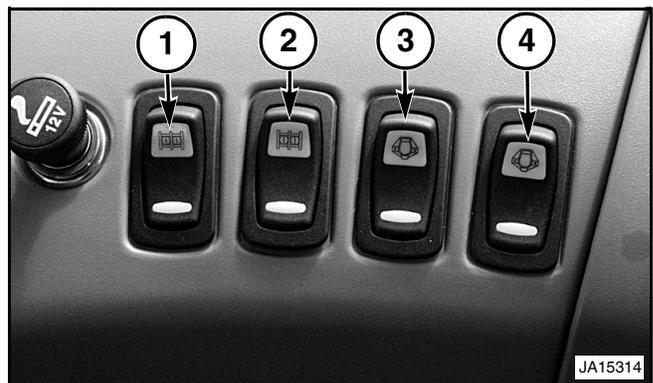

Рис. 136
Рис. 136: Клавишный переключатель (1) управляет подачей питания на винтовой зажим один, а клавишный переключатель (2) управляет подачей питания на винтовой зажим два. Дополнительный переключатель питания (3) управляет подачей питания на вспомогательный штырьковый контакт "А" разъема питания прицепа. Дополнительный переключатель питания (4) управляет подачей питания на вспомогательный штырьковый контакт "В" разъема питания прицепа.